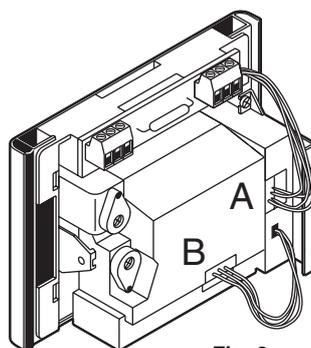

Fig. 3
3. Introduire le connecteur A dans l'accouplement du dispositif et le connecteur B du dispositif dans l'accouplement de la caméra (Fig. 3).